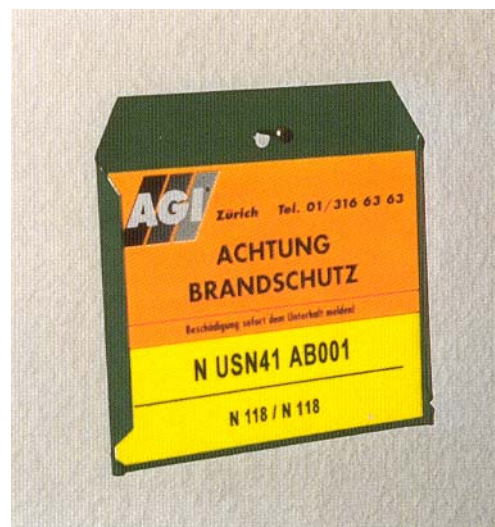

Bild 3
4. Bei Reparaturen oder Nachinstalltionen; gelbes Schild = defekt (Bild 3).